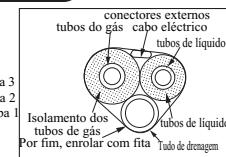

Fig. 3
- 2. Retirar os tubos do corpo do aparelho, embrulhar com fita adesiva os tubos e os cabos eléctricos e passá-los pelo orifício praticado na parede (Fig. 3).